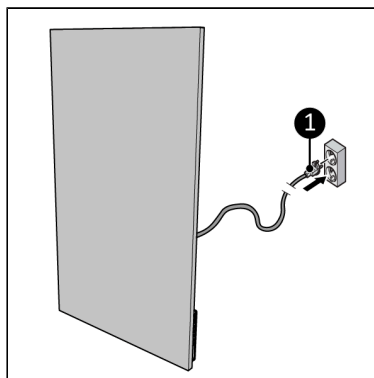

Figure 86.
2. Insérez la fiche d'alimentation (Figure 86, pos. 1) dans une prise murale reliée à la terre et facilement accessible. Utilisez une prise murale mise à la terre d'une puissance minimale de 1000 watts.